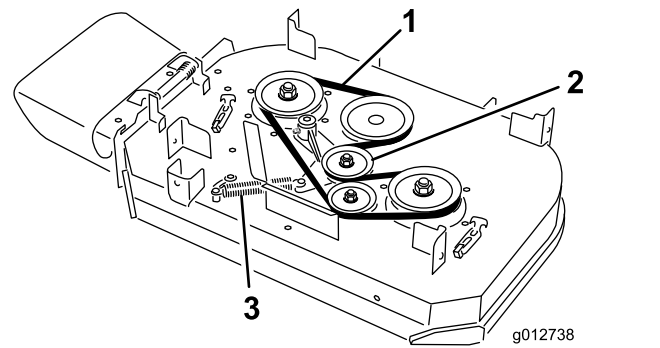

Figura 62
4. Desenganche el muelle de la clavija del brazo de la polea tensora (Figura 62).
5. Retire la correa usada del cortacésped (Figura 62).
6. Instale la correa nueva alrededor de la polea del embrague, las poleas de la carcasa y la polea tensora (Figura 62).
7. Enganche el muelle en la clavija del brazo de la polea tensora (Figura 62).